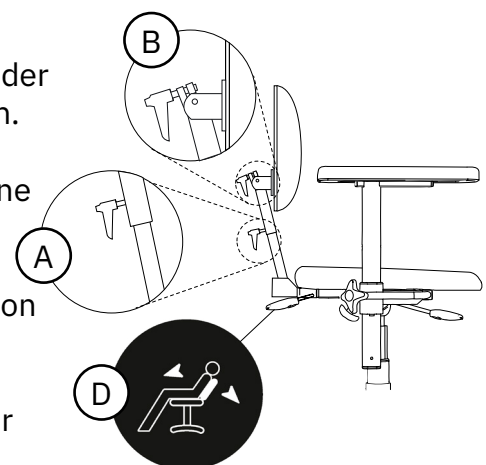

Abb. 5.27. Rückenlehnenmechanismus Komfort.
Bei der Komfort-Ausführung können die Höhe (A) und der Winkel der Rückenlehne (B) eingestellt werden. Dieser Rückenlehnenmechanismus verfügt über eine gasfedergesteuerte Rückenlehnenfunktion (D), siehe Abb. 5.27. Die gasfedergesteuerte Rückenlehnenfunktion wird mithilfe eines Bedienelements unter dem Sitz (Standard) oder unter der Armlehne (Option) eingestellt werden. Die Rückenlehnenfunktion erlaubt eine Neigung der Rückenlehne von bis zu 3° nach vorn und 40° nach hinten.